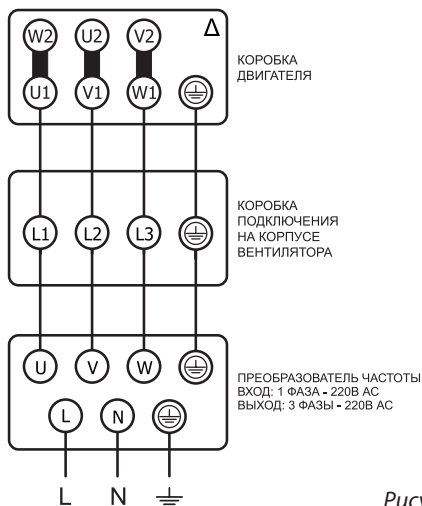

Рисунок 3
11.2 Допускается вентиляторы с двигателями на номинальное напряжение  $\Delta/Y$  220/380 В подключать к однофазной сети с переменным напряжением 220 В только через однофазный преобразователь частоты с выходом три фазы по 220 В переменного тока, предварительно переключив схему соединения обмоток двигателя в треугольник  $\Delta$  220В (см. рисунок 3), в противном случае двигатель может выйти из строя.